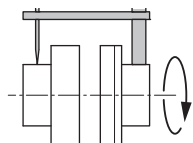

Рис. 10: Проверка радиальной выверки при помощи контрольного устройства
- На одной из муфт или на валу зафиксировать индикатор часового типа (см. рис. 10). Гильза индикатора часового типа должна прилегать к поясу другой полумуфты (см. рис. 10).